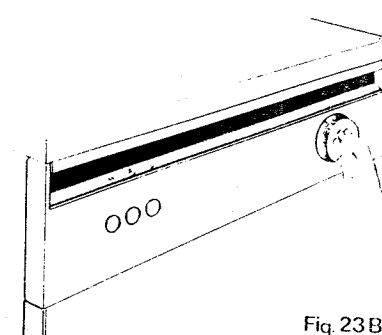

Fig. 23 B
- b) Premere il pulsante di lavaggio energetico 2 o di risciacquo freddo 3 (fig. 23) (quando è richiesto dal programma).
- c) Premere il pulsante di marcia 4 (fig. 23). A questo punto si accende la spia luminosa 1 e la macchina compie automaticamente tutte le fasi di lavoro relative al programma precedentemente impostato. Finito il ciclo di lavaggio le stoviglie potranno essere ritirate ma anche lasciate all'interno della macchina in attesa del pasto successivo.
A la fin du programme la machine s'arrête automatiquement mais, la lampe témoin 1 reste allumée (fig. 23). Pour l'éteindre, il suffit de pousser le bouton d'arrêt 4 (fig. 23). **Fermer a chaque fois le robinet de l'eau afin d'isoler le lave-vaisselle du réseau hydraulique d'alimentation.** Quand la machine travaille, pour ouvrir la porte; il est nécessaire d'arrêter la machine en appuyant sur le bouton d'arrêt.
When the programme has terminated, the machine stops automatically but the warning light 1 will remain on (Fig. 23). To switch this off, just press stop push button 4 (Fig. 23). **It is indispensable to turn off the water tap after each washing operation in order to isolate the dish-washer from the hydraulic feed network.** When the machine operates, it must be stopped by pushing the stop push button, in order to open the door.